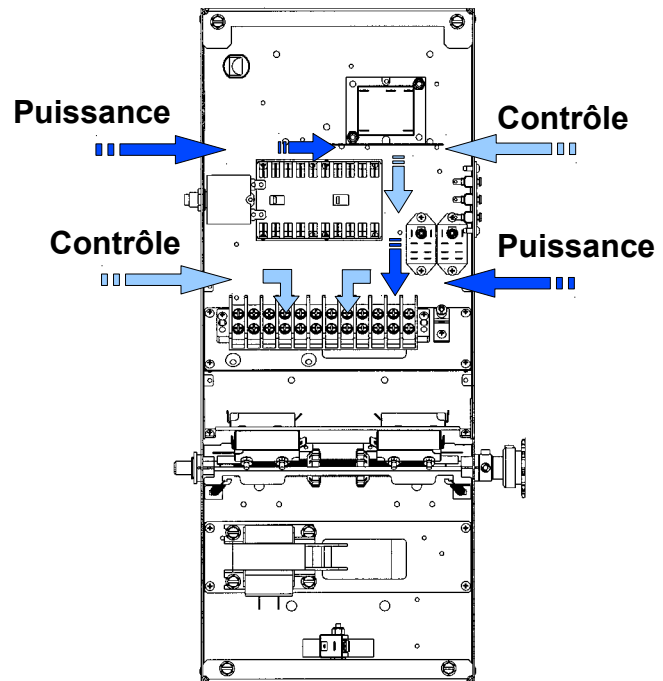

Figure 14 - Branchement basse tension (contrôle) et haute tension (puissance)
1. Disposer le circuit de puissance soit à la droite ou à la gauche de l'enceinte de contrôle, comme illustré à la Figure 14.
2. Disposer le fils de contrôle, comme illustré à la Figure 14. GARDER SÉPARÉES BASSE ET HAUTE TENSIONS.